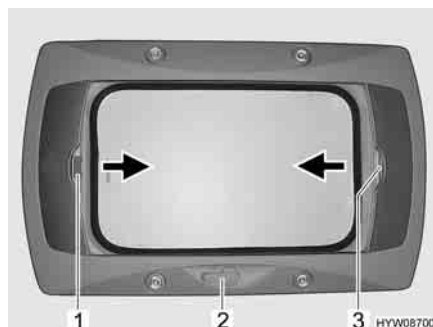

Fig. 67 Oblò a manovella
- Ruotare la manovella (Fig. 67,2) fino a quando non si incontra resistenza.
- Tirare la tendina oscurante pieghevole per la maniglia (Fig. 67,3) nella direzione della freccia fino alla posizione desiderata e rilasciare. La tendina oscurante pieghevole rimane in questa posizione.
- Tirare la zanzariera a rullo per la maniglia (Fig. 67,1) nella direzione della freccia verso la maniglia contrapposta della tendina oscurante pieghevole (Fig. 67,3) e farla innestare.
- Tirare la maniglia della zanzariera a rullo (Fig. 67,1) dietro, verso l'alto, e sganciare la zanzariera a rullo dalla tendina oscurante pieghevole (Fig. 67,3).